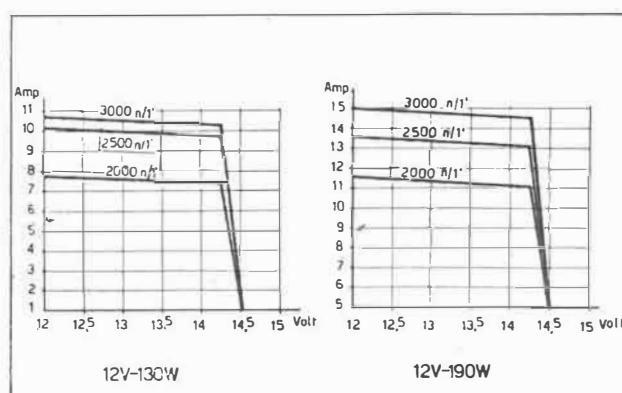

Fig. 60
Il diagramma (Fig. 60) riporta i valori di corrente (Amp) in funzione della tensione (Volt) della batteria e del numero giri, a temperatura 25°C.
Diagram in Fig. 60 shows current values (Amp.) as a function of battery voltage (Volts) and of r.p.m., at a temperature of 25°C.
Le diagramme (fig.60) indique les valeurs du courant (Amp.) en fonction de la tension(V) de la batterie et du nombre de tours, à la température de 25°C.